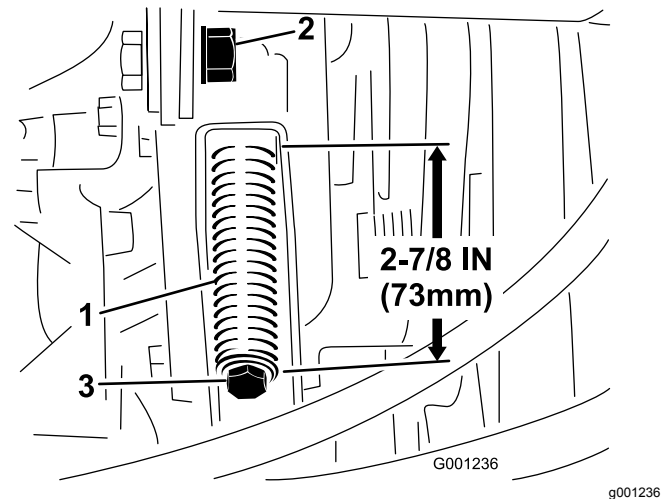

Bild 75
3. Lösen Sie die Klemmmutter der Spannstange (Bild 75).
4. Spannen oder lockern Sie die Riemenspannungsfeder mit einem 1/2"-Schraubenschlüssel (Bild 75). Stellen Sie die Feder auf eine Länge von 73 mm ein.
4. Lösen Sie die Riemenspannfeder vollständig mit einem ½"-Schraubenschlüssel (Bild 75).
6. Legen Sie den neuen Zapfwellenriemen auf und ziehen die Riemenscheibe auf eine Länge von 73 mm an (Bild 75).
7. Ziehen Sie die Klemmmutter fest (Bild 75) und schließen Sie die Motorhaube.